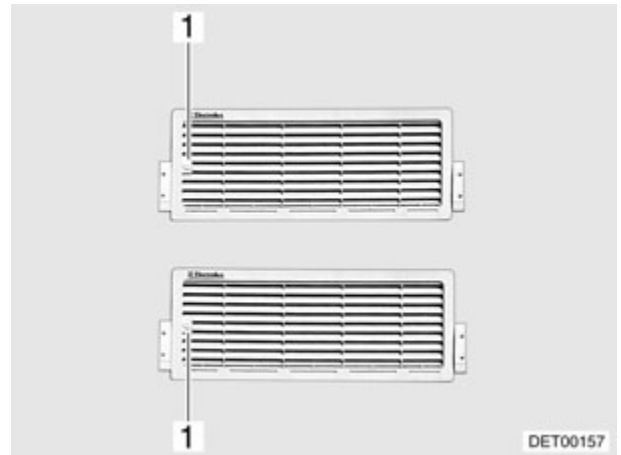

Fig. 115 Rejilla de ventilación del frigorífico (variante 1)
- Girar el tornillo (Fig. 115,1) un cuarto de vuelta con la ayuda de una moneda.